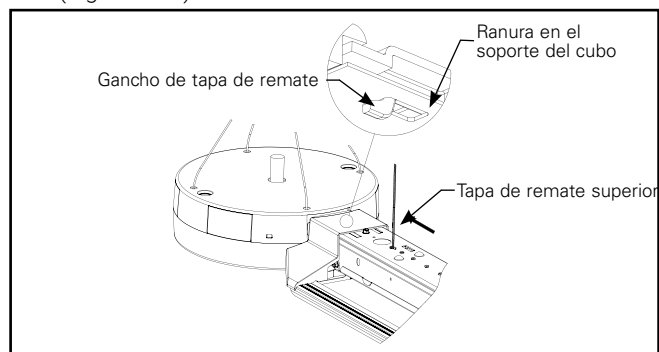

Figura 12.2.
- B. Deslice la tapa de remate hacia el cubo para su enenganche con la ranura provista en el soporte del cubo (Figura 12.2).